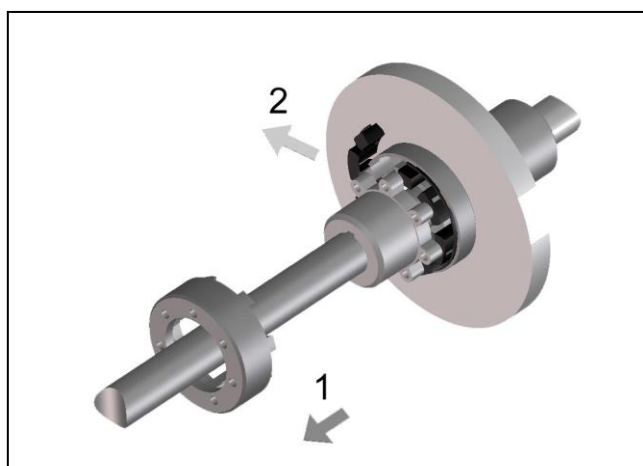

Bild 9
- Entfernen Sie die Befestigungsschrauben am Klauenring und schieben Sie diesen zurück (Bild 9, Pos. 1).
- Schneiden Sie den Zwischenring an einem Verbindungssteg durch (Bild 9, Pos. 2) und ziehen Sie ihn aus der Kupplung heraus.